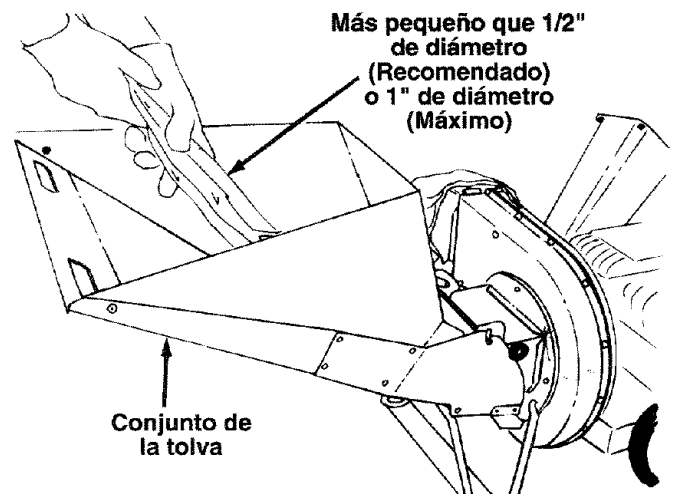

FIGURA 7.
- Hojas y ramas pequeñas de hasta 1/2" de diámetro (recomendado) o 1" de diámetro (máximo) pueden alimentarse en el conjunto de la tolva cuando está en la posición elevada. Vea la figura 7. Si fuera necesario empujar el material dentro de la picadora-desmenuzadora use un palo de diámetro pequeño - NO SUS MANOS. El palo debería ser suficientemente pequeño para ser molido si quedara atrapado en el conjunto propulsor.